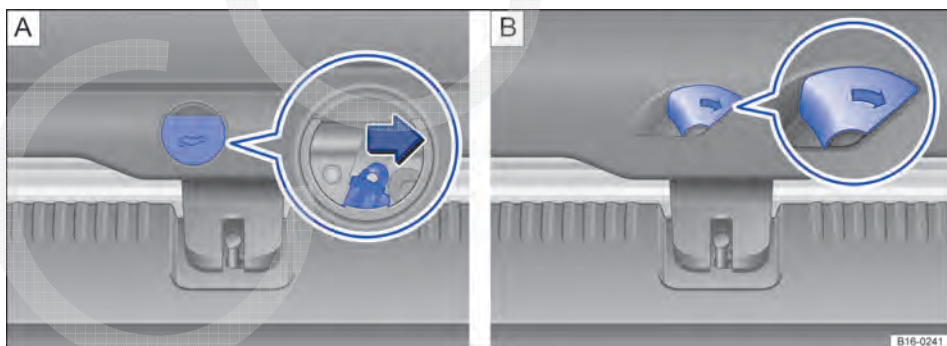

Fig. 200 No compartimento de bagagem: destravamento de emergência da tampa do compartimento de bagagem (variante 1) e (variante 2).
- Retirar a cobertura circular do revestimento da tampa do compartimento de bagagem ⇒ **Fig. 200 A**.
- Pressionar a alavanca de destravamento no sentido da seta ⇒ **Fig. 200 B**. A tampa do compartimento de bagagem se abre automaticamente. Em temperaturas abaixo de 0°C (+32 °F), pode ser necessário abrir a tampa do compartimento de bagagem manualmente.